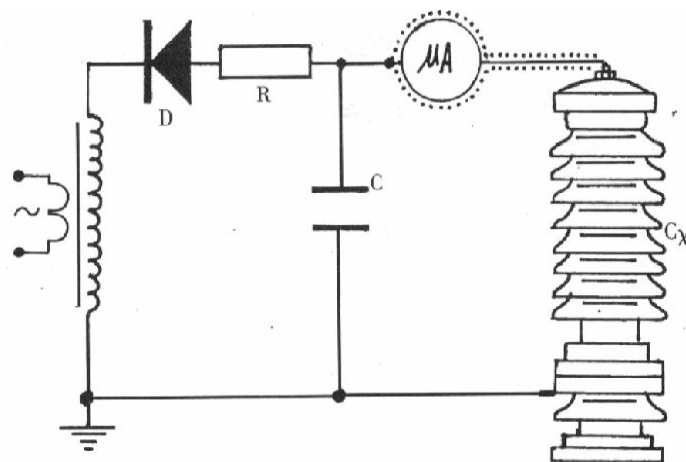

图 5 微安表接入试品 CX 高压侧接线图
6.4.2 当需要精确测量被试品泄漏电流时,则应在高压侧串入高压微安表,如图 5 所示。